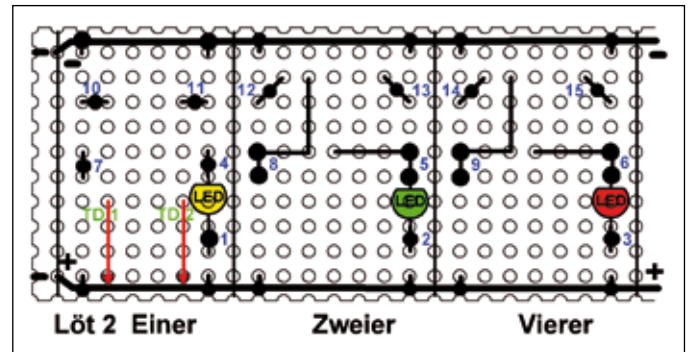

Bild 6
Biege die unteren Anschlussdrähte (**Emitter**) von **innen nach außen um die Minusleitung herum** und löte sie an. Löte die freien Anschlüsse der Leuchtdioden an die **Kollektoranschlüsse** der darunter liegenden Transistoren (Lötstellen: **4; 5; 6**). Setze auch die liegenden **Widerstände 560 Ohm** ein und verlöte sie oben und unten (Lötstellen: **7; 8; 9, Bild 6 Löt 2**).
6. Setze nun die **Widerstände 10 k Ohm** (und 100 kOhm) **nach der Zeichnung** in die Platine (fest anziehen) und verlöte sie mit den **Basisanschlüssen** (Mitte) von **T1 bis T6**. Es entstehen die **Zweierlötstellen 10 bis 15**. (Sie werden später zu Dreierlötstellen.) Die oberen Anschlussdrähte der Widerstände 10 kOhm und 100 kOhm im Einer werden zu den **Testdrähten TD1 und TD2**. Sie erhalten erst zum Schluss ihre endgültigen Anschlüsse. Löte im **Zweier** und **Vierer** die oberen Anschlüsse der Widerstände 10 kOhm an die Kollektoren der Transistoren (Lötstellen: **5; 6; 8; 9**). (Bild 6)